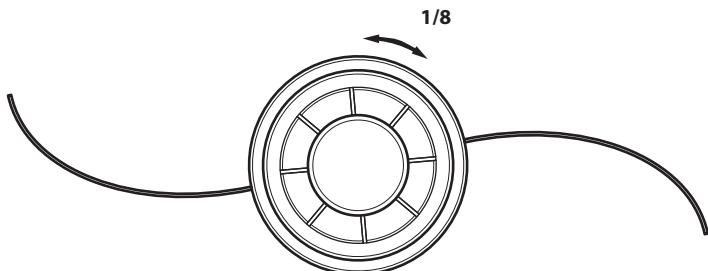

Fig. 7
- SI...** le tube inférieur de l'arbre ne rentre pas complètement dans le coupleur et que les orifices ne s'enlignent pas, retirez le tube inférieur de l'arbre, tournez légèrement la tête de coupe (1/8e de tour) et répétez l'étape 4 (Fig. 7).